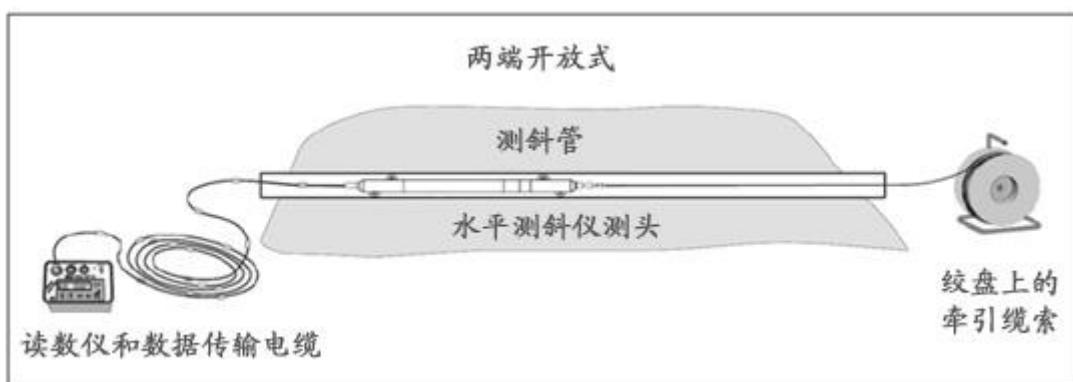
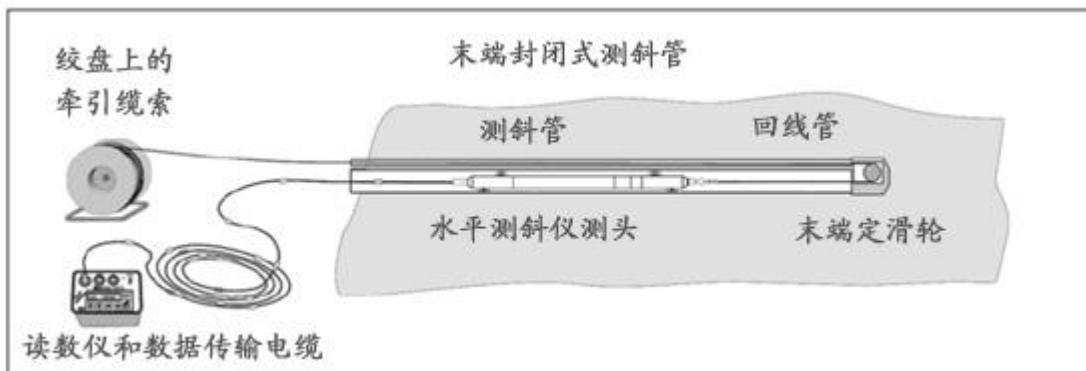

图 3
图 4
- 5、两端开放式测斜管理设示意如图 3，末端封闭式示意如图 4